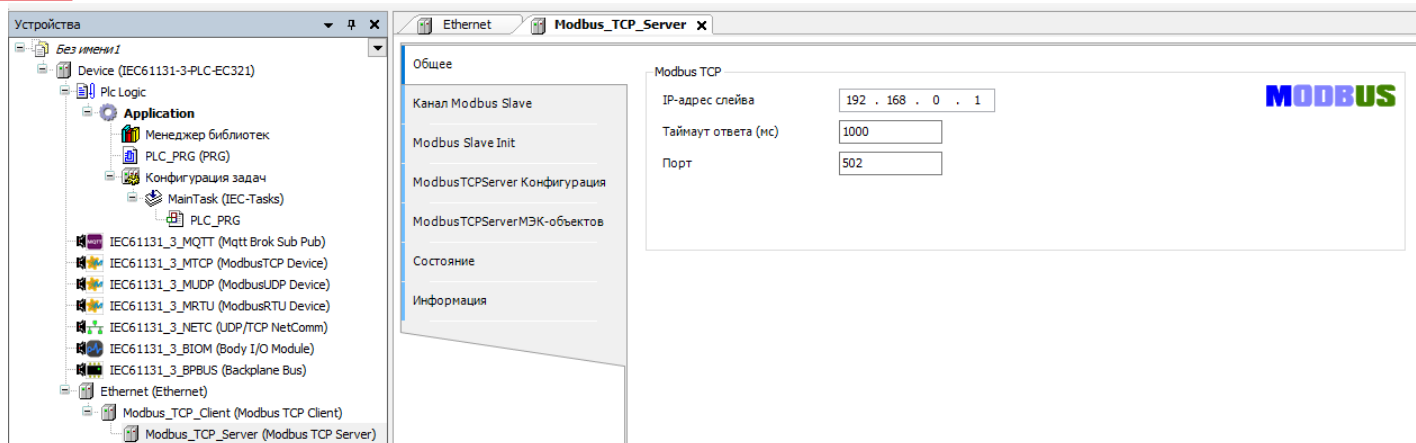

Рисунок 172 – Настройка устройства Modbus TCP Server в проекте
Дважды нажмите на «Modbus_TCP_Server» в левом меню. В интерфейсе конфигурации Modbus_TCP_Server выберите «General» и в поле «IP address of the slave» введите IP-адрес подключаемого сетевого модуля GR200-MBS-DCD (смотрите в «**Руководстве по монтажу, эксплуатации и веб-конфигурированию устройств D-CARD**»). Также настройте время ожидания ответа (response timeout) и порт (502) (Рисунок 172).